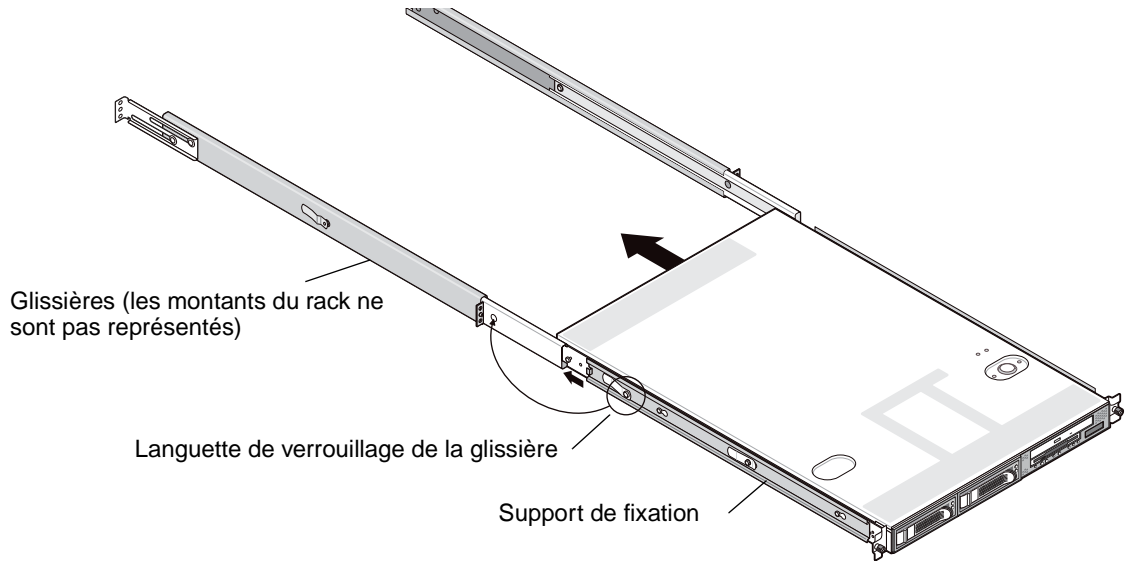

**FIGURE 1-3** Installation des glissières dans le rack
**2. Installez une glissière de chaque côté du rack, comme indiqué sur la FIGURE 1-3, en les fixant à l'aide des vis fournies.**